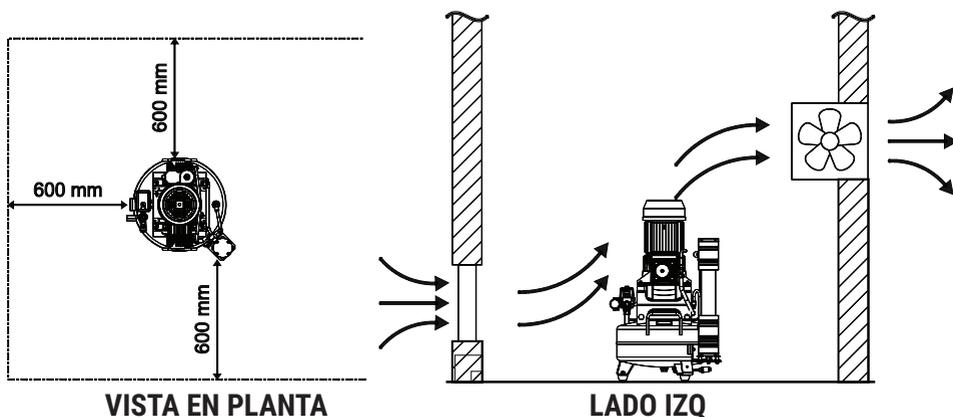

Fig. 2
**PARA ASEGURAR A LOS OPERADORES AUTORIZADOS LA POSIBILIDAD DE OCUPAR LOS PUESTOS DE TRABAJO PREVISTOS, ES OBLIGATORIO GARANTIZAR LAS MEDIDAS MÍNIMAS DE COLOCACIÓN QUE FIGURAN EN LA FIG. 2. SI LA TEMPERATURA AMBIENTAL DEL LUGAR DONDE SE HA COLOCADO LA MÁQUINA SUPERA LOS VALORES INDICADOS EN EL PAR. "DATOS TÉCNICOS", ES OBLIGATORIO INSTALAR UN EQUIPO DE VENTILACIÓN AÑADIDA IDÓNEO Y CONFORME, TAL Y COMO SE INDICA EN LA FIG. 2.**